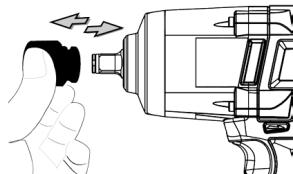

Fig. 1
- Toppen monteres ved at skubbe den så langt ind i drivspindlen, som den kan komme. (Se fig. 1).